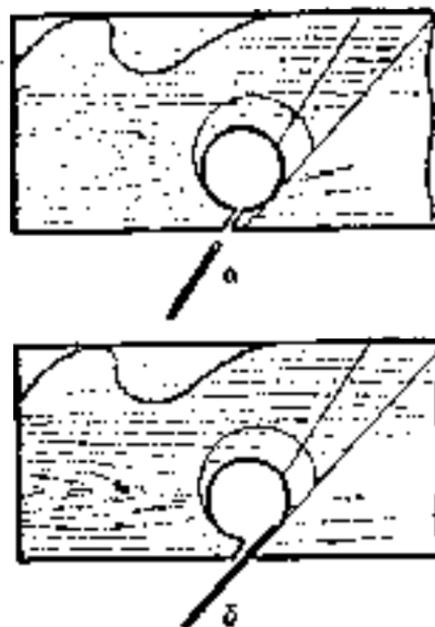

Рис. 150. Выпиливание лутки
5. Выявлять роток (пролет) (рис. 150).